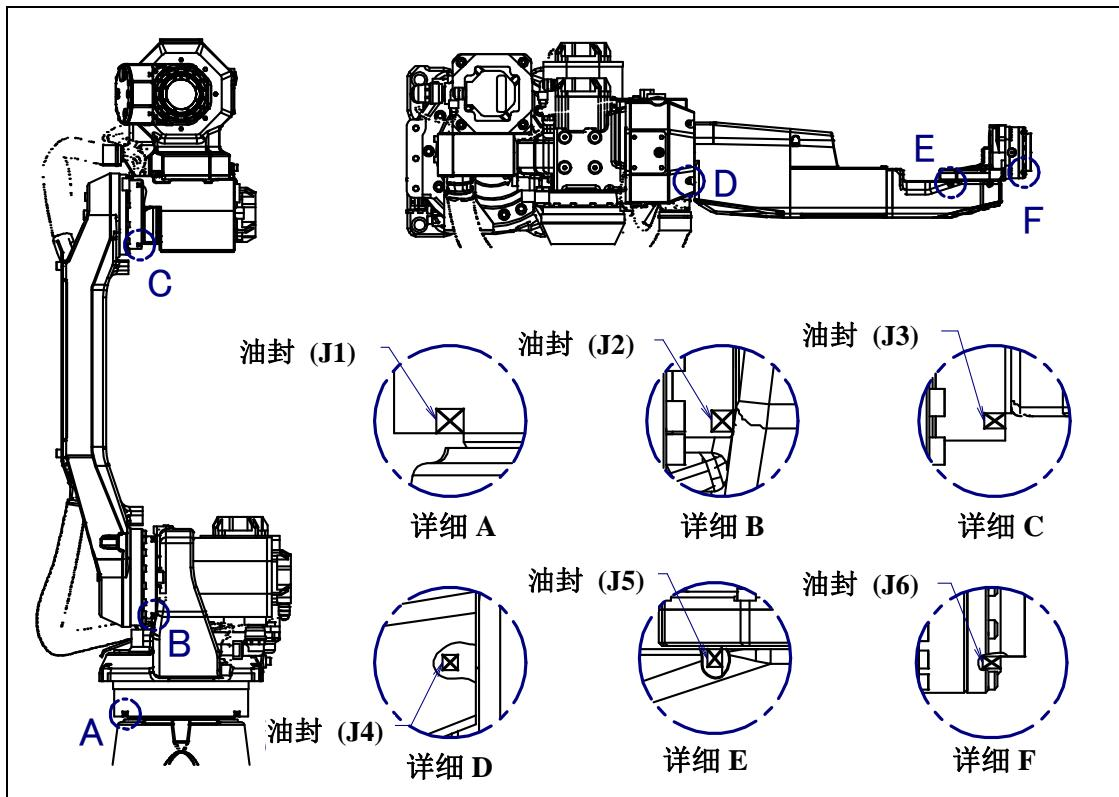

图 7.2.1 油封的检查部位
- 根据动作条件和周围环境, 油封的油唇外侧可能有油分渗出(微量附着)。该油分累积而成为水滴状时, 根据动作情况恐会滴下。在运转前通过清扫图 7.2.1 所示的油封部下侧的油分, 就可以防止油分的累积。